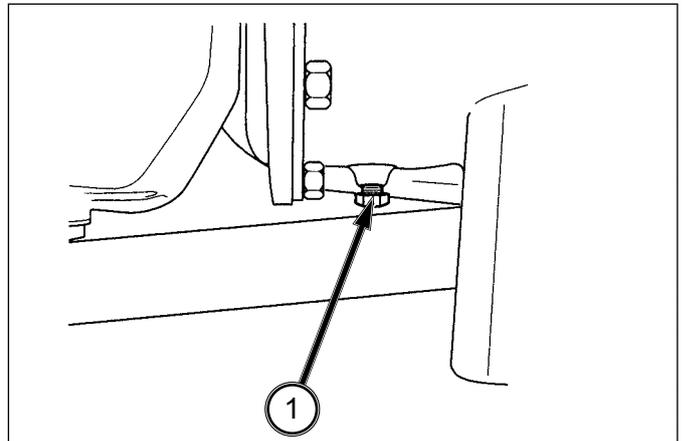

FIG. 6-48
FIG. 6-48: Il faut enlever le bouchon (1) en bas du carter d'embrayage une fois par an ou quand l'embrayage broute. Toute fuite d'huile du joint arrière du vilebrequin et/ou de l'arbre menant de transmission entraînera un écoulement d'huile par le trou. Contactez votre agent ISEKI en cas de fuite d'huile.